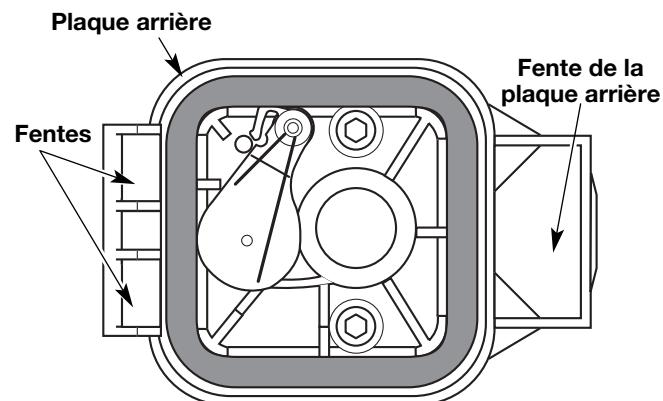

Fig. 31
6. Replacez le filtre (Fig. 31).
7. Réinstallez le couvercle du filtre à air. Placez les crochets à gauche du filtre à air dans les fentes à gauche de la plaque arrière (Fig. 31).
8. Pivotez le couvercle vers la droite jusqu'à ce que la languette du couvercle du filtre s'enfonce d'un déclic dans la plaque arrière (Fig. 31).